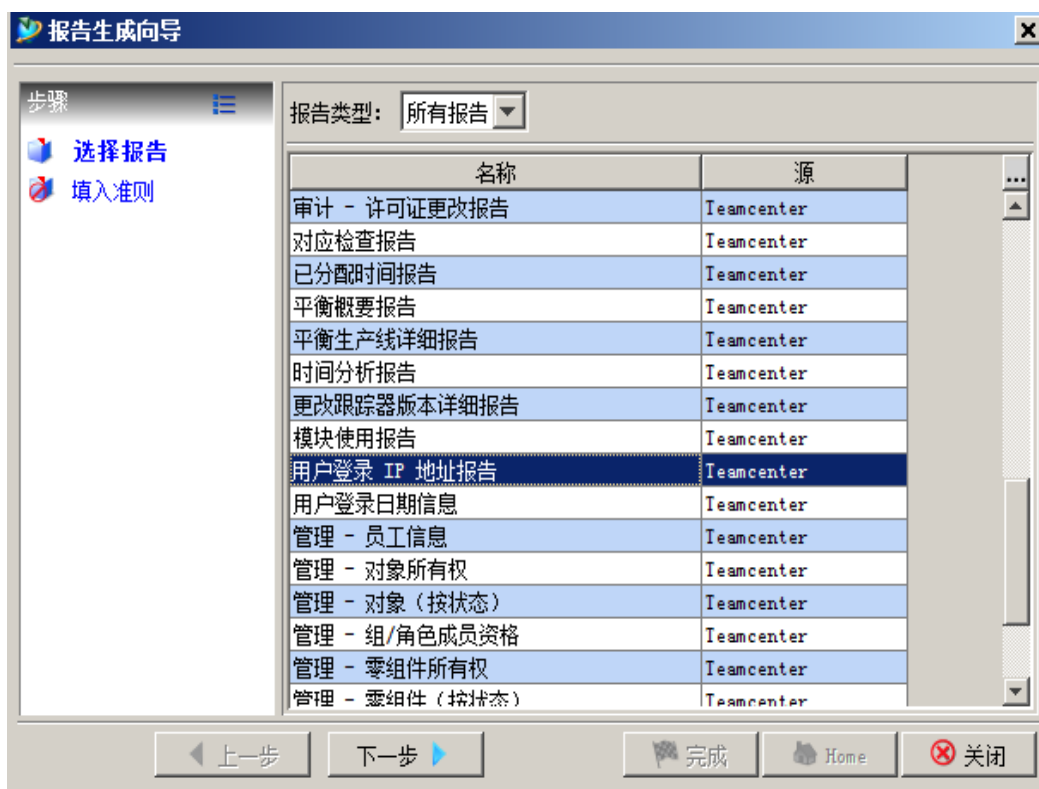

图 1
2) 弹出报告生成向导对话框，在报告类型中选择“用户登录 IP 地址报告”（如图 1），点击下一步按钮。